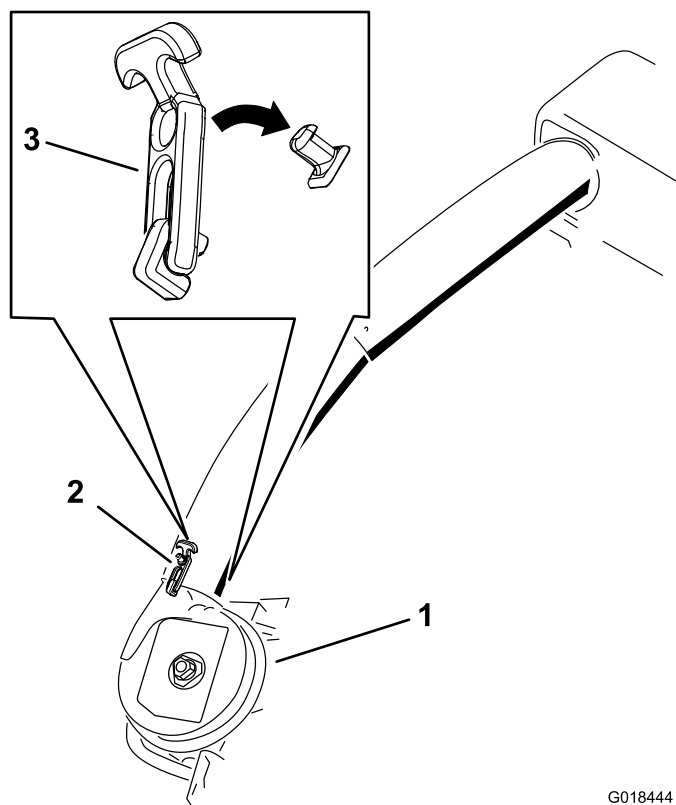

Рисунок 29
5. Используйте обе защелки, чтобы закрепить нижнюю трубку на вентиляторе в сборе (Рисунок 29).
20. Используйте обе защелки, чтобы закрепить нижнюю трубку на вентиляторе в сборе (Рисунок 29).